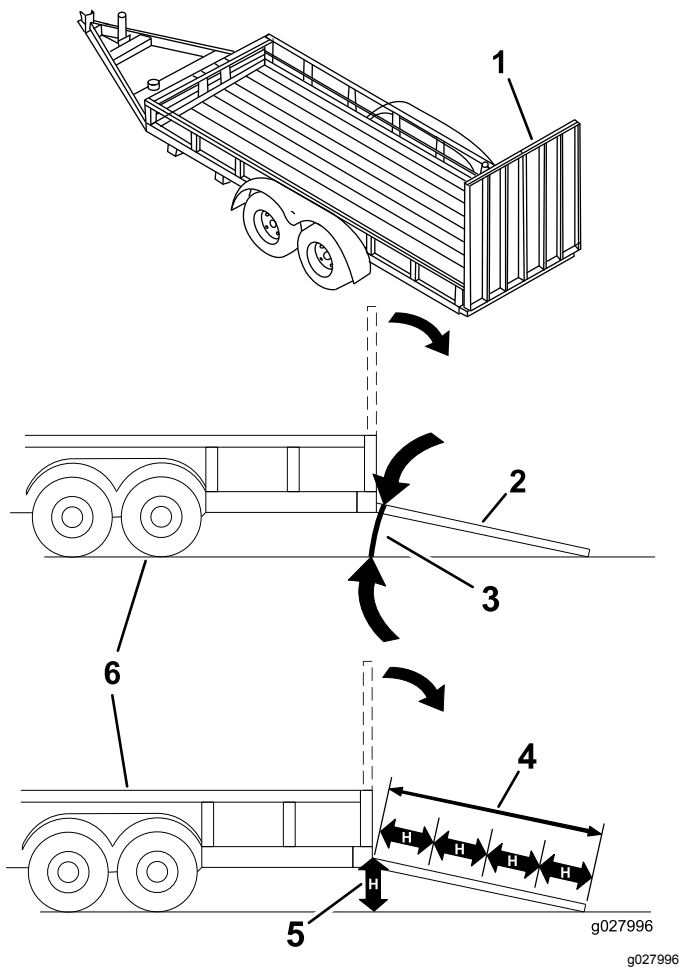

Figura 37
El cargar la máquina en un remolque o un camión aumenta la posibilidad de un vuelco y podría causar lesiones graves o la muerte (Figura 37).
1. Baje la rampa, asegurándose de que el ángulo entre la rampa y el suelo no supera los 15 grados (Figura 37).